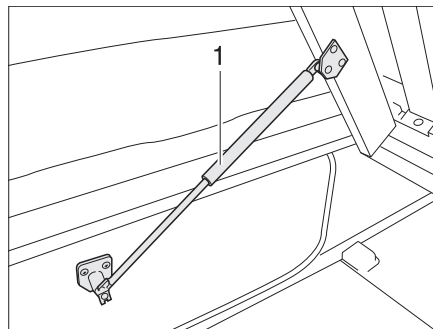

Bild 143 Festes Bett
- Lattenrost anheben. Die Gasdruck-Federn (Bild 143,1) halten den Lattenrost in geöffneter Stellung.